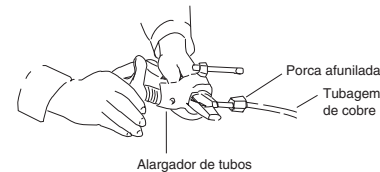

Fig. 5-3
- (3) Retire a porca afunilada da unidade e certifique-se de montá-la no tubo de cobre.
- (4) Faça um funil na extremidade do tubo de cobre com uma ferramenta de afunilamento. (Fig. 5-3)